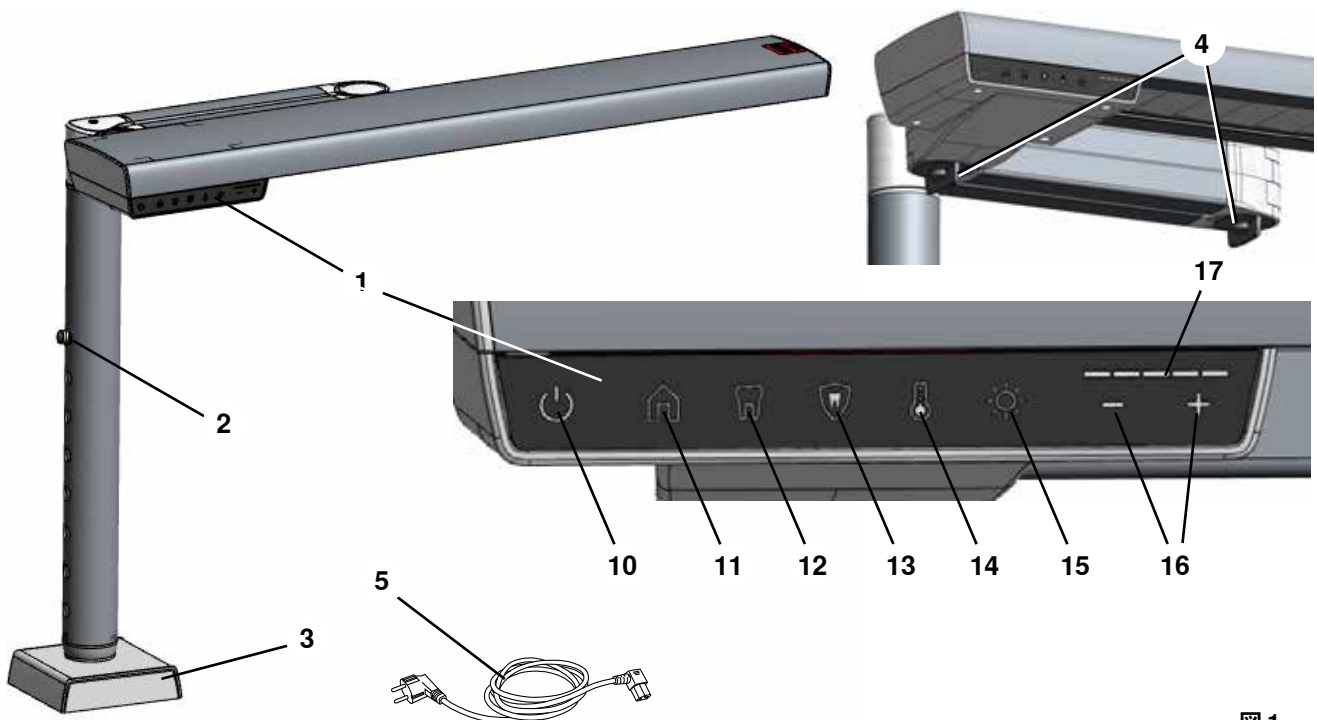

図 1
⇒高さ調節ロック（2、図1）を押し込み、ベース上のインナーチューブを最大位置まで引き出します。
適切な取り付け位置を決定するには、ジョイントロック（図1の4）を緩め、前に説明した最適な位置に作業場ランプを移動できることを確認します（4.2.1章）。
- ◆ 明るさボタン (15、図1) が点灯します。
- ◆ 現在の明るさがインテンシティディスプレイ (17、図1) に表示されます。